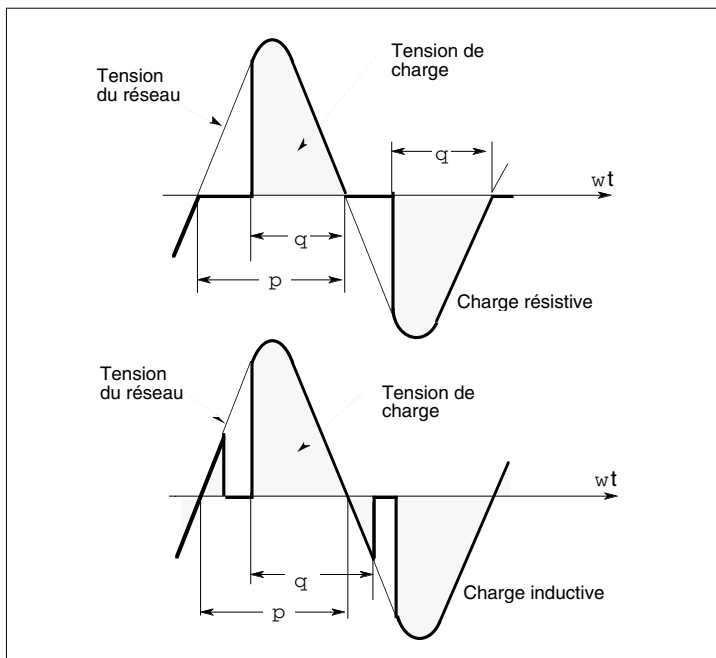

Figure 5-1 Mode de conduction «Angle de phase»
Dans le mode «**Angle de phase**» la puissance transmise à la charge est contrôlée en faisant conduire les thyristors sur une partie de l'alternance de la tension du réseau (figure 5-1). L'**angle de conduction (Q)** varie dans le même sens que le signal d'entrée par le système de contrôle. La puissance délivrée n'est pas une fonction linéaire de l'angle de conduction.